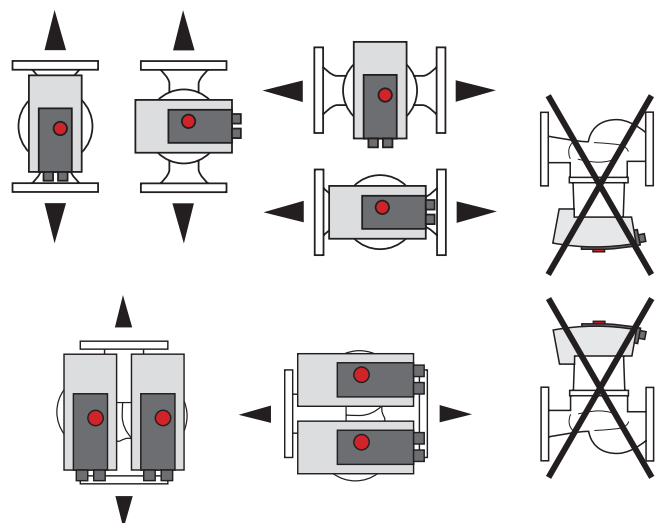

Fig. 4: Prípustné montážne polohy
1. Skontrolujte prípustné inštalčné polohy → Fig. 4.